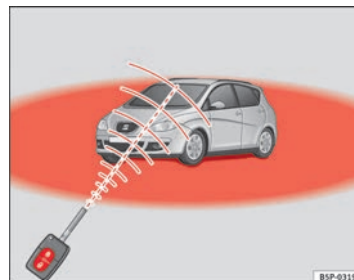

Abb. 65 Wirkungs-
- Die Funk-Fernbedienung funktioniert nur, wenn Sie sich im Wirkungsbereich befinden ⇒ Abb. 65 (roter Bereich).